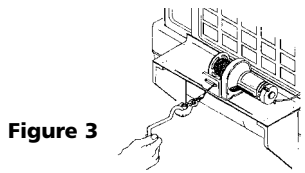

Figure 3
7. **TENEZ-VOUS TOUJOURS À L'ÉCART DU TREUIL, DU CÂBLE ET DU CROCHET PENDANT LE FONCTIONNEMENT DU TREUIL. N'INTRODUISEZ JAMAIS** votre doigt dans le crochet lorsque vous embobinez la dernière longueur de câble. Vous pourriez perdre votre doigt s'il restait coincé dans le crochet. Utilisez la **BARRE PROTÈGE-MAINS** (Figure 3) pour guider le crochet pendant les derniers pieds (le dernier mètre). N'embobinez ou ne débobinez jamais le câble du tambour en le guidant de la main.
8. **N'ACCROCHEZ JAMAIS LE CÂBLE SUR LUI-MÊME.** Utilisez une élingue en Nylon (No. de pièce Superwinch 1509). Accrocher le câble sur lui-même pourrait l'endommager (Figure 3).